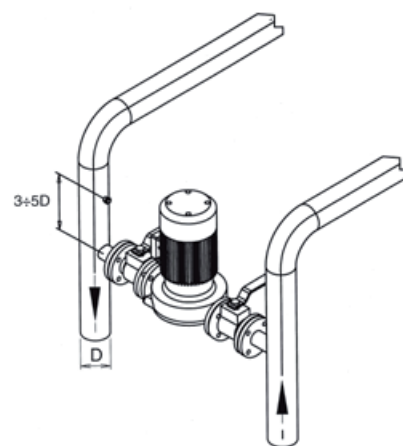

fig. 7
5.5.5 Pompa ricircolo (Fig. 7)